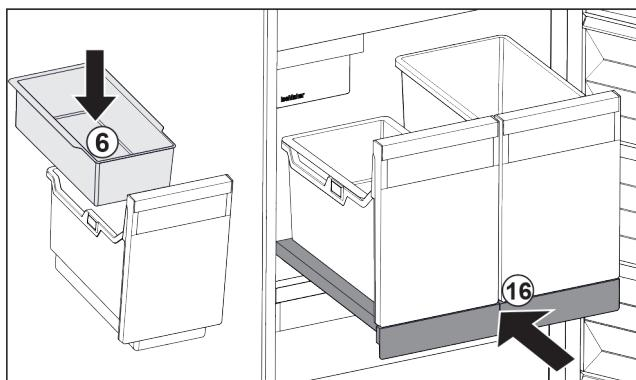

Fig. 91
- ▶ Поставете окачващата се поставка *Fig. 91 (6)* за ледени кубчета.
- ▶ Вкарайте изтеглящата се дъска със съдовете (IceTower). *Fig. 91 (16)*